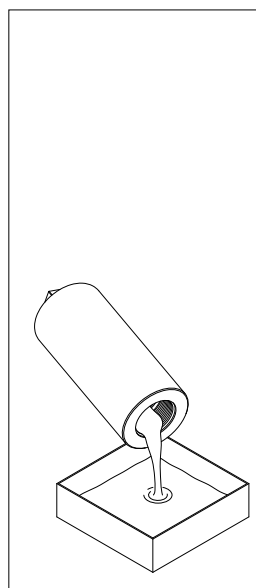

fig. 7
- (Fig. 7) Svuotare il fluido di lavoro dal contenitore al recipiente di raccolta